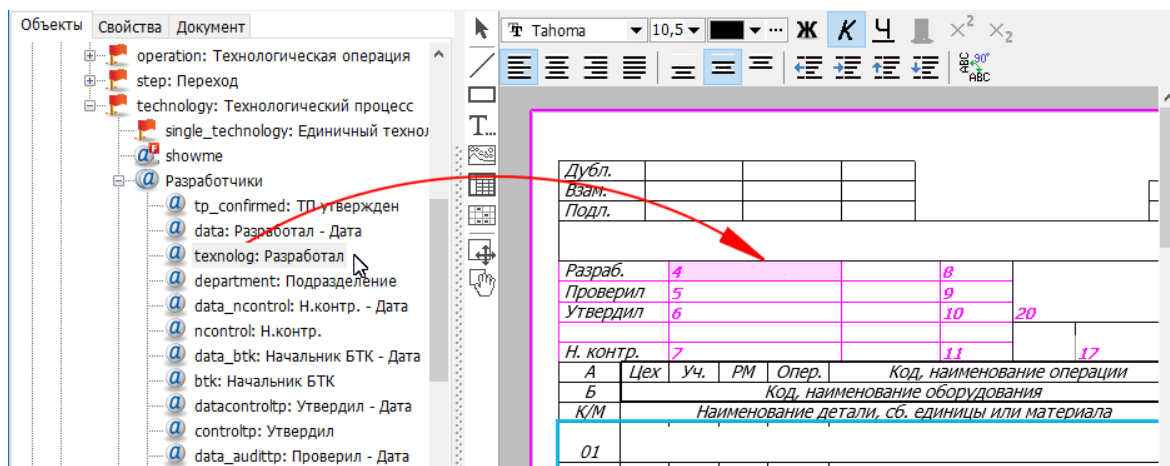

Рис. 10.58. Присвоение атрибута ячейке таблицы
- ✎ выбрать атрибут, значение которого должно записываться в выбранную ячейку (Рис. 10.58);